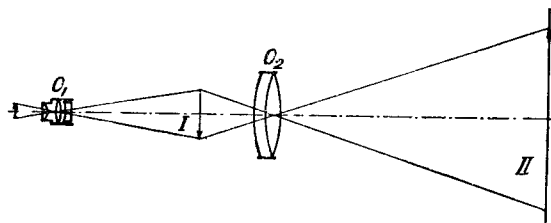
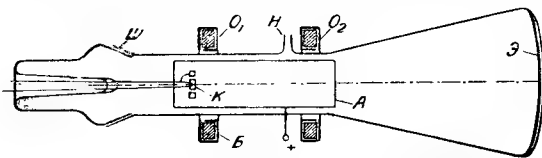

Рис. 55. Схема проекционного микроскопа
Рис. 56. Схема электронного микроскопа
На рис. 55 изображены ход лучей и построение изображения в так называемом проекционном микроскопе, в котором изображение I , создаваемое объективом O_1 , не рассматривается сквозь лупу, а проектируется вторым «окулярным» объективом O_2 на экран (II). Схема такого проекционного микроскопа соответствует схеме электронного микроскопа (рис. 56), который обязательно должен быть проекционным, ибо рассматривать электронное изображение непосредственно глазом, без флуоресцирующего экрана, невозможно.
В электронном микроскопе используются две магнитные линзы, из которых одна служит объективом (O_1 на рис. 56), а другая — «окулярном» (O_2).
Для того чтобы линзы были достаточно короткофокусными, необходимо сосредоточить магнитное поле на небольшом участке. С этой целью катушки заключены в железный панцирь-кожух (Б) с узким кольцеобразным прорезом, видимым на рис. 56.